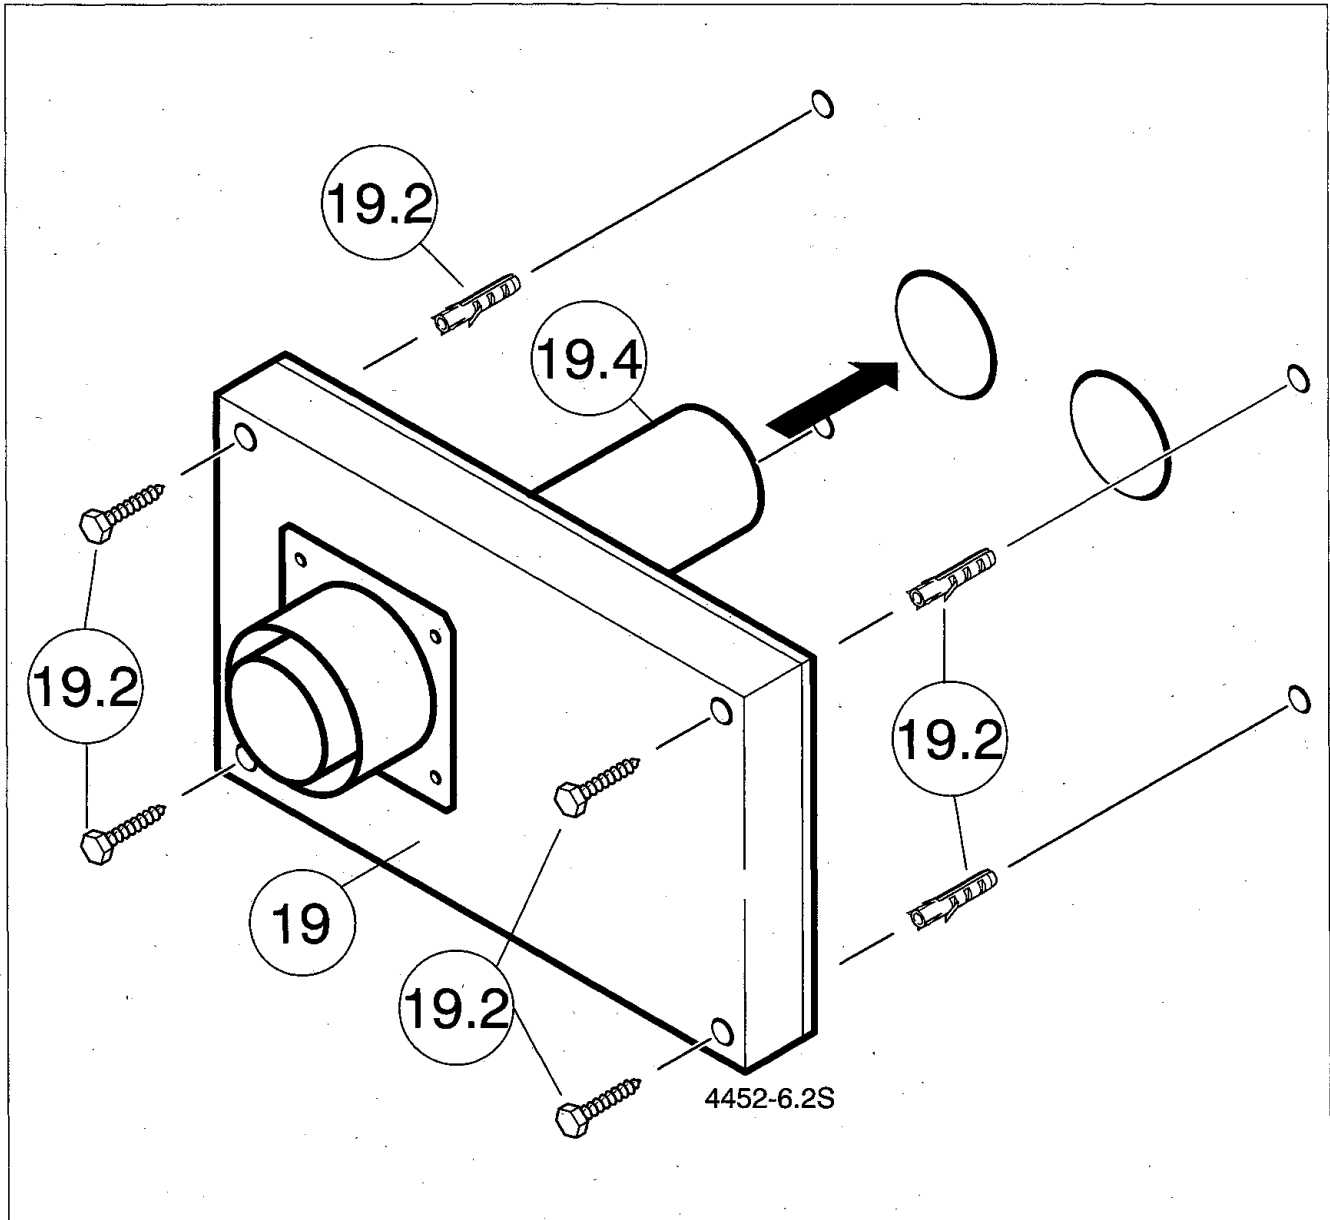

Bild 8
- Montieren Sie nun den Anschlußkasten (19) und befestigen Sie ihn mit den Schrauben (19.2) nach Bild 8.